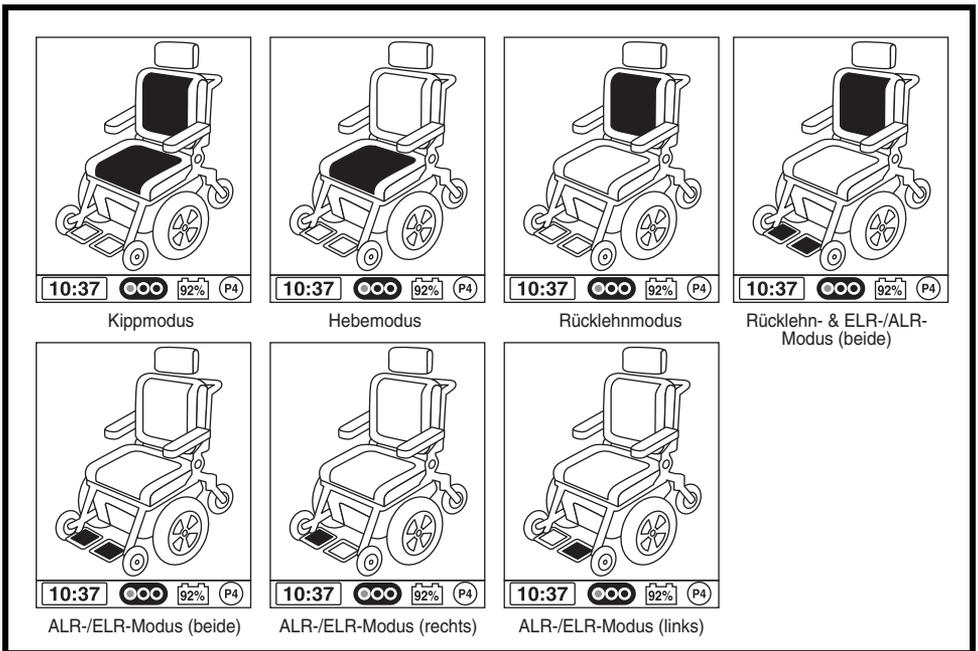

Abbildung 17. Stellantriebsmodi (Q-Logic)
3. Bewegen Sie den Steuerknüppel nach links oder nach rechts, um durch die verfügbaren Stellantriebe zu blättern, bis die gewünschten Stellantriebe auf der Stellantriebsanzeige leuchten. **Siehe Abbildung 17.**